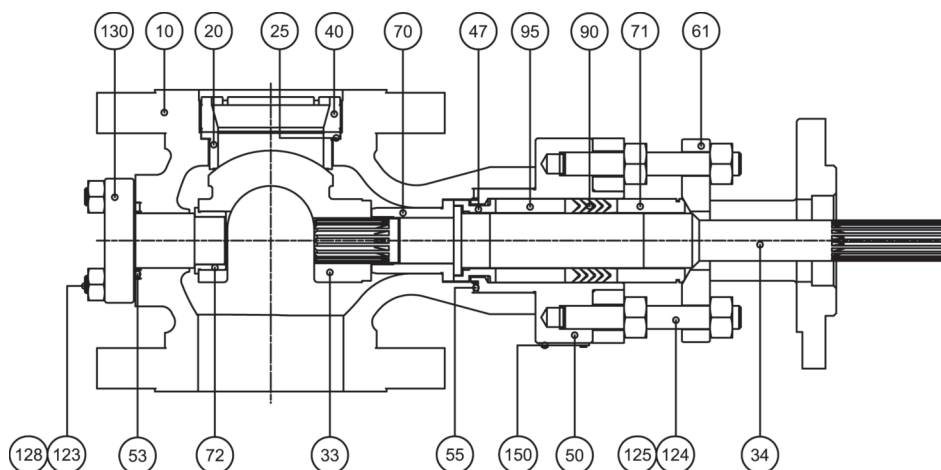

Figura 2: Subconjunto do Corpo da Válvula E\bar{L}
- ⇒ Monte o mancal do eixo da válvula, posicionando-o no ressalto limitador existente no corpo. Veja Figura 2.